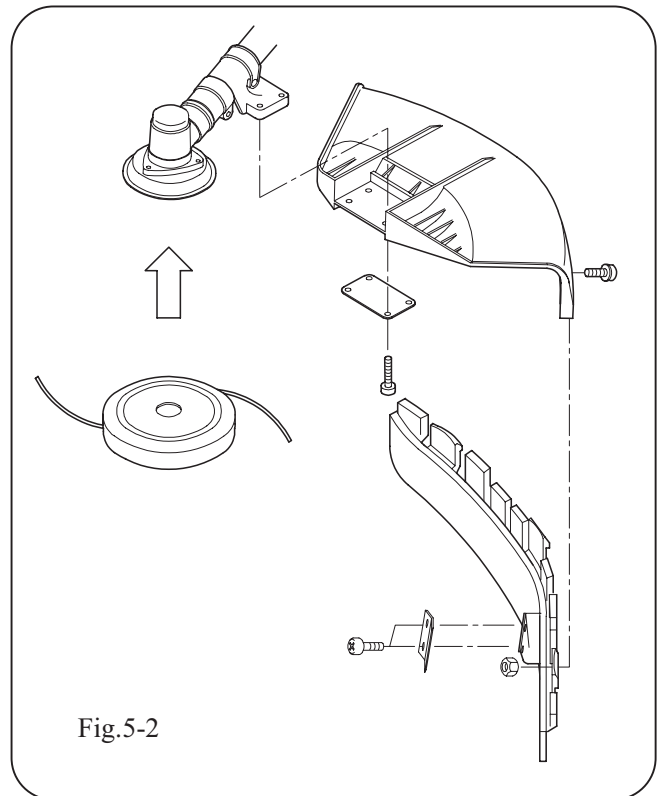

Fig.5-2
2. Pour des raisons de sécurité, il est impératif que l'unité soit utilisée avec la garde appropriée lorsqu'elle est équipée de la tête de nylon. (Fig. 5-2)